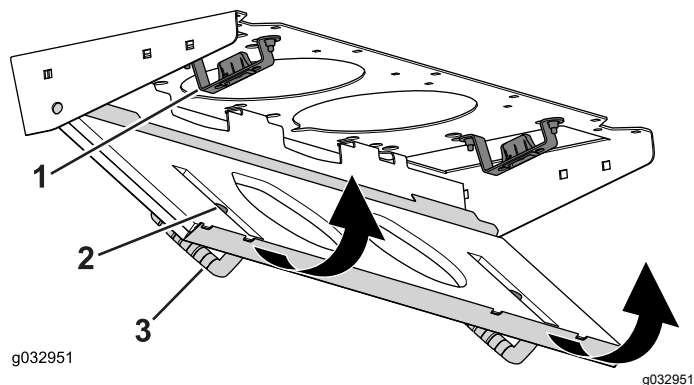

Figure 99
4. Faites pivoter le filtre sur les languettes jusqu'à ce que le pêne s'enclenche dans la gâche (Figure 99).